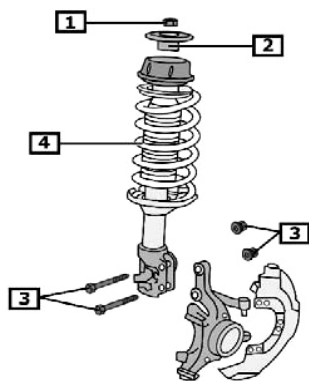

Fig. 1:
- **Fig. 1** Untere Federbein-Befestigungsschrauben (3) entfernen.
- **Fig. 1** Remove lower suspension strut attachment screw (3).
- **Fig. 1** Enlever le vissage inférieur de la jambe de force (3).
- **Fig. 1** Retirar los tornillos de sujeción inferior del amortiguador (3).